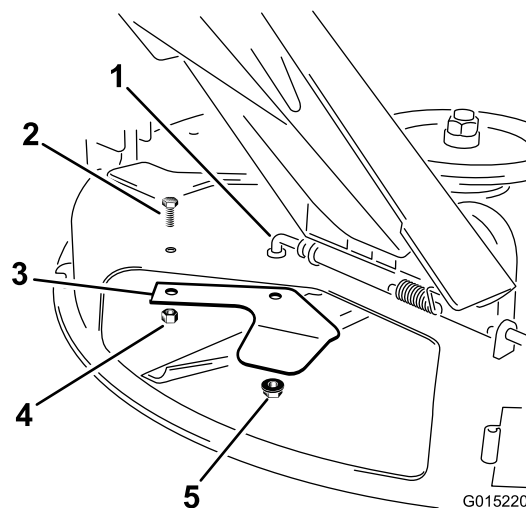

Figura 20
2. Rimuovete i dadi di bloccaggio e il bullone che fissa il deflettore di scarico alla parte inferiore del piatto (Figura 20). Conservate tutti i dispositivi di fermo.